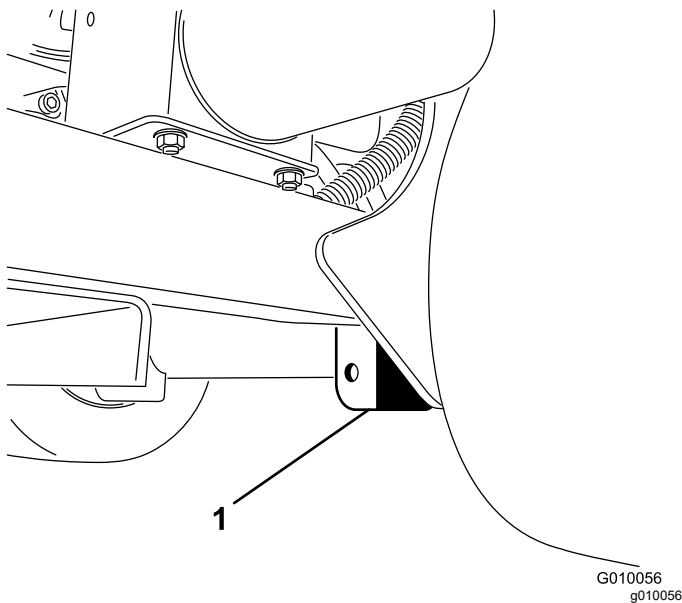

Figure 37
3. Placez le cric correctement sous la plaque du cadre, juste à l'intérieur de la roue arrière (Figure 37).